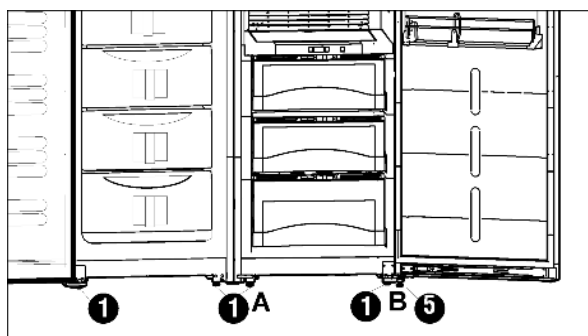

Fig. 2
- ▶ Полностью вверните регулирующую опору Fig. 2 (5).
- Вкрутите средние установочные опоры A Fig. 2 (1).
- ▶ Снова выкрутите средние установочные опоры Fig. 2 (1).
- ▶ При необходимости выкрутите регулирующую опору Fig. 2 (5) на опорном кронштейне (B), чтобы подпереть дверцу.